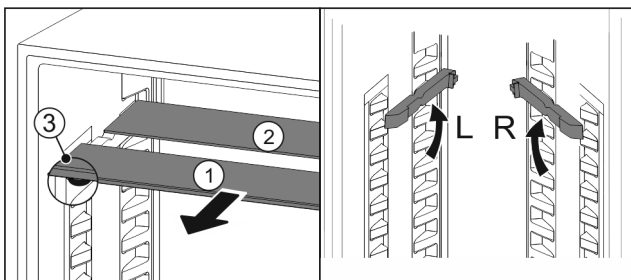

Fig. 29
- Издърпайте Fig. 29 (1) поотделно стъклените плочи напред.
- ▷ Стъклената плоча Fig. 29 (1) с декоративната лайсна е отпред.
- ▷ Ограничителите Fig. 29 (3) сочат надолу.